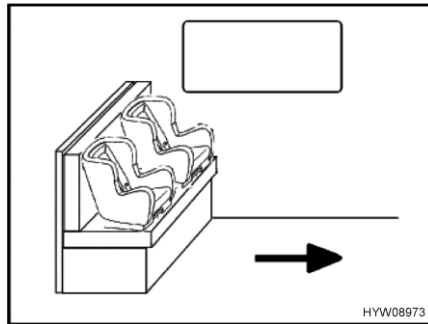
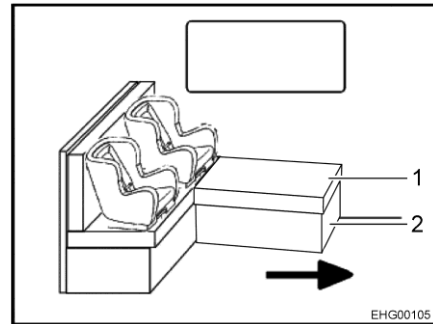

Fig. 25 Sièges pour enfants sur la banquette
Fig. 26 Siège pour enfant sur la banquette en L
La flèche dans les Fig. 25 et Fig. 26 indique le sens de marche.
- Retirer le coussin (Fig. 26,1) si nécessaire.
- Replier si nécessaire (Fig. 26,2) le cadre du coffre.